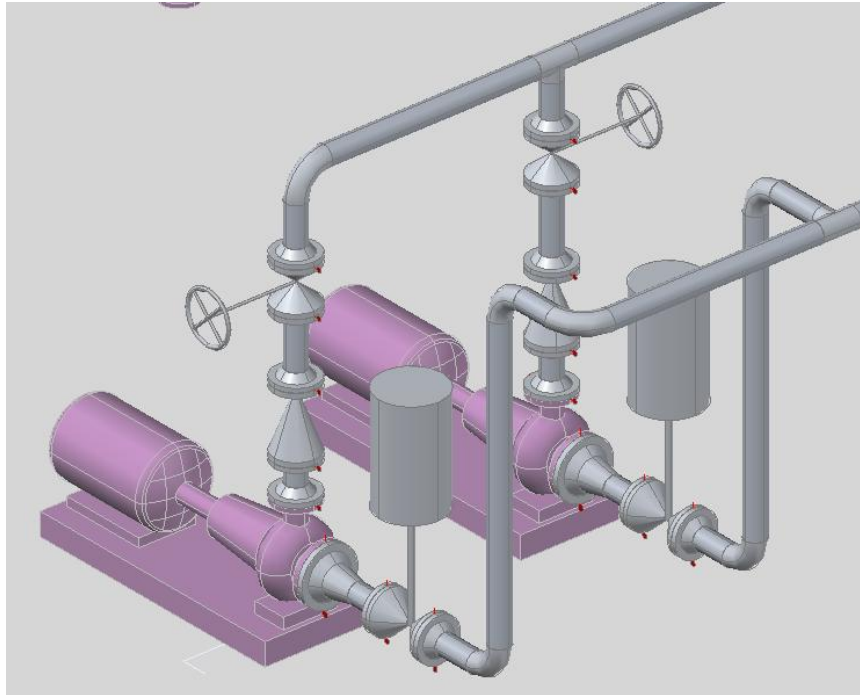

Рис. 98
- Сделайте то же самое относительно задвижки **Кл-109**. Результат, который должен получиться, показан на Рис. 98.